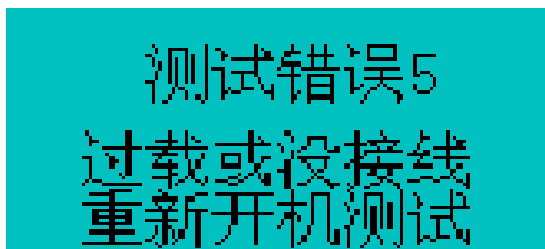

图 10
**5、报错：**如果测试过程当中出现试品没有接好或者短路过载等原因，仪器会进入自动保护状态，停止测试并提示测试错误。（如图 10）